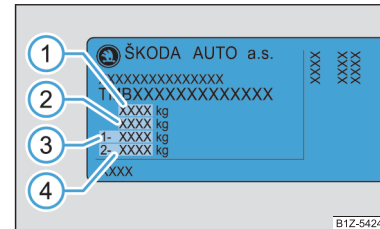

Abb. 203 Typenschild
■ Die nachfolgenden Angaben sind auf dem Typenschild angeführt → Abb. 203: ►
- ① Zulässiges Gesamtgewicht
- ② Das zulässige Gesamtgewicht des Gespannes, wenn das Fahrzeug mit einem Anhänger betrieben wird
- ③ Maximal zulässige Vorderachslast
- ④ Maximal zulässige Hinterachslast